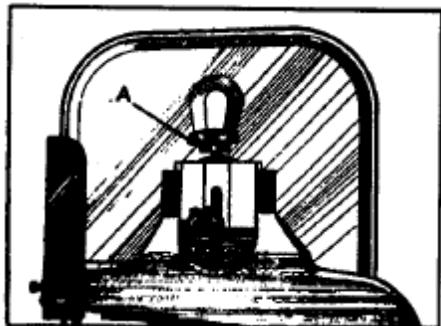

Рис. 19
Сзади верхнего маховика имеется подвижный кронштейн, предназначенный для создания необходимого натяжения полотна пилы различной ширины. С полотном, находящимся на маховиках, вращать звездообразную рукоятку (A), *Рис. 19*, для поднятия или опускания маховика до получения требуемого натяжения полотна. Нормальным натяжение ремня¹ является такое натяжение, когда при легком нажатии пальцем в середине ремня между двумя шкивами появляется прогиб со стрелой около 25,4 мм.